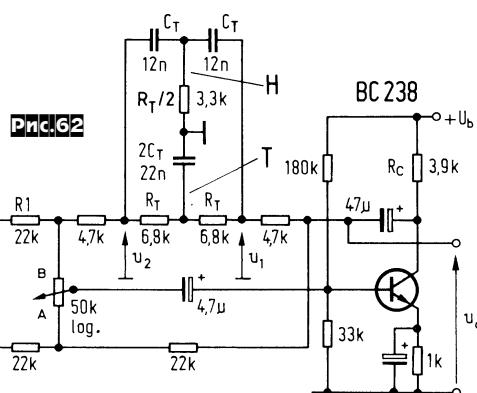

Рис.62
A.Кхлер предложил схему т.н. «фильтра присутствия», основанного на активном 2Т-мосте (рис. 62), выделяющего спектр в области средних звуковых частот и таким образом как бы приближающего исполнителя к слушателю. Глубину «приближения» можно регулировать потенциометром 50 кОм, который должен иметь логарифмическую зависимость сопротивления от угла поворота оси («Funkschau» 2384, с. 76).